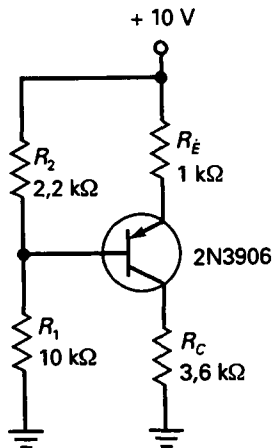

Figura 8-24
- 8-19. ¿Cuál es el valor aproximado de la tensión de colector en el circuito de la Figura 8-24 para cada uno de los fallos siguientes?
- ¿Qué valor tiene la tensión de colector en la Figura 8-24?
- ¿Qué valor tiene la tensión colector-emisor en la Figura 8-24?
- ¿Qué valor tiene la corriente de saturación de colector en el circuito de la Figura 8-24? ¿Y la tensión de corte colector-emisor?